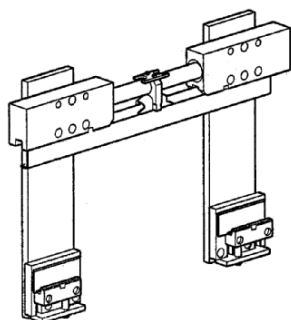
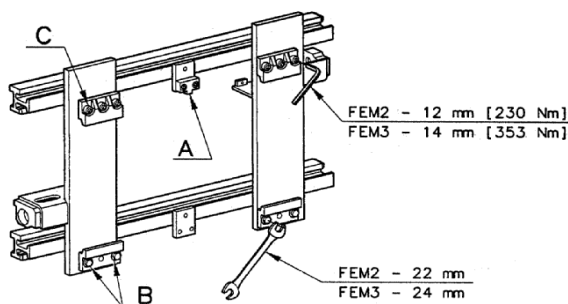

Fig.03
Fig.01
c) Controllo dei ganci di sostegno dell'attrezzatura: le viti di fissaggio devono essere serrate in coppia come da **Fig.03-Fig.01**.